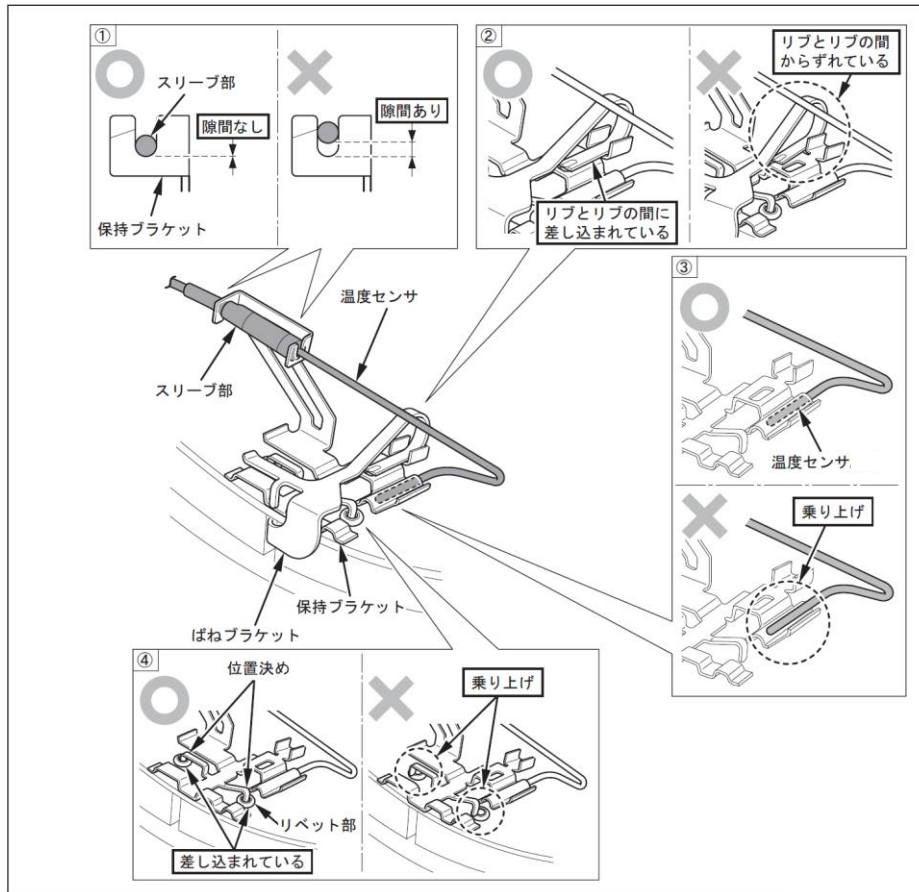

図8 取付け確認基準
- 6) 取付けが適正であることを以下①～⑤で確認してください (図8)。
- ①温度センサのスリーブ部と保持ブラケットとの間に隙間が無い
- ②ばねブラケットが保持ブラケットのリブ間に差し込まれている
- ③温度センサの先端が保持ブラケットのくぼみに差し込まれている
- ④保持ブラケットの位置決めがリベット部に差し込まれている
- ⑤ばねブラケットを引っ張り、抜けないこと